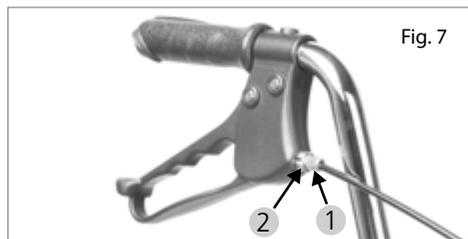

Fig. 7
1. Presso le maniglie si trovano le viti di registrazione dei cavi del freno (1, fig. 7). Svitandole si aumenta la tensione riducendo la corsa della leva del freno. In questo modo, il pattino del freno può fare nuovamente presa sugli pneumatici.
2. La vite è fissata con un controdado (2, fig. 7). Una volta effettuata la regolazione, è essenziale provvedere regolarmente al serraggio di tali controdadi per evitare che i cavi del freno si allentino.